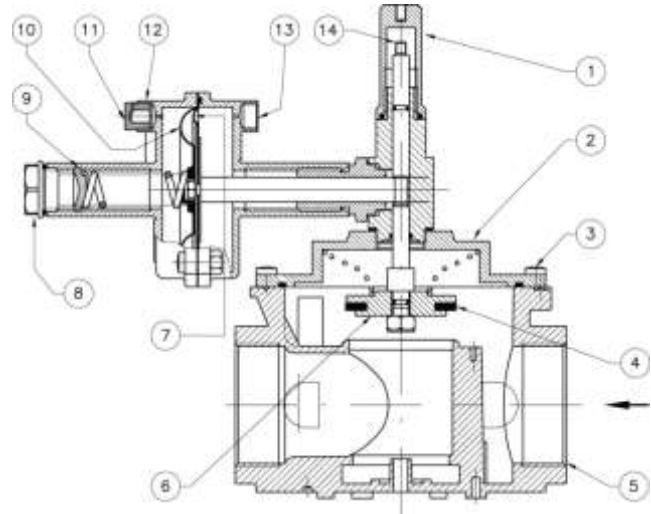

Рис. 1
Клапан (рис. 1) состоит из: рычаг механизма взвода / защитный колпачок (1); крышка (2); винты крепления крышки (3); уплотняющая прокладка (4); корпус (5); затвор (6); рабочая мембрана (7); алюминиевый колпачок (8); регулировочный винт (9); защитная мембрана (10); пылезащитный колпачок (11); отводящий патрубок G ¼" для вывода наружу (при необходимости) (12); патрубок G ¼" для подключения к системе после редуктора (13); стержень механизма взвода (14).